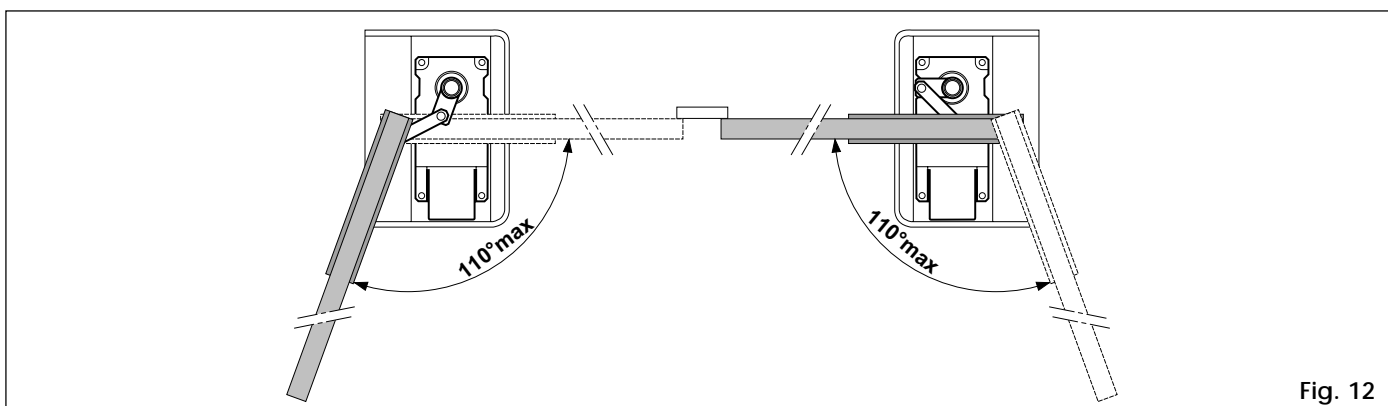

Fig. 12
**N.B.:** Pour une installation correcte, l'opérateur doit être positionné comme indiqué fig.12.